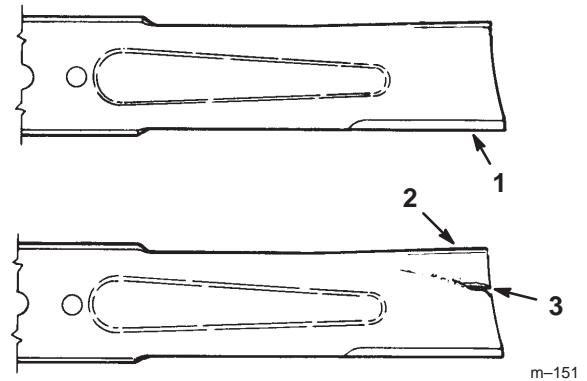

Figure 25
1. Inspectez les tranchants des lames (Fig. 25). Si les lames ne sont pas tranchantes ou si elles présentent des indentations, déposez-les et aiguisiez-les (voir Aiguisage des lames, page 30).
2. Inspectez les lames, surtout la partie incurvée (Fig. 25). Remplacez immédiatement toute lame endommagée, usée ou qui présente une entaille (repère 3 de la Fig. 25).